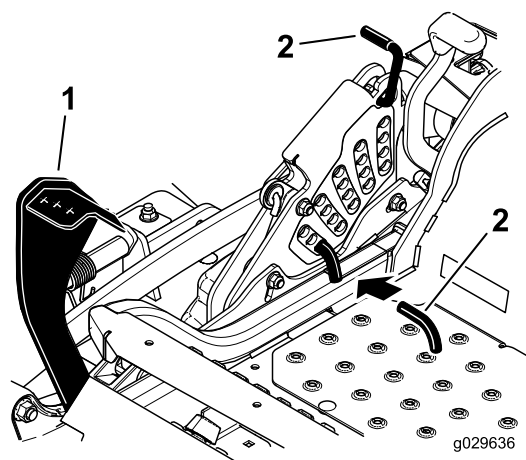

Figure 28
2. Appuyez sur la pédale de relevage du tablier avec le pied et relevez le tablier en position de transport (qui est aussi la position de hauteur de coupe de 140 mm [5½ po]), comme montré à la Figure 28.
3. Pour changer de hauteur de coupe, retirez la goupille fendue et l'axe de chape du support de hauteur de coupe (Figure 28).
4. Placez la goupille dans le trou du support correspondant à la hauteur de coupe voulue (Figure 28).